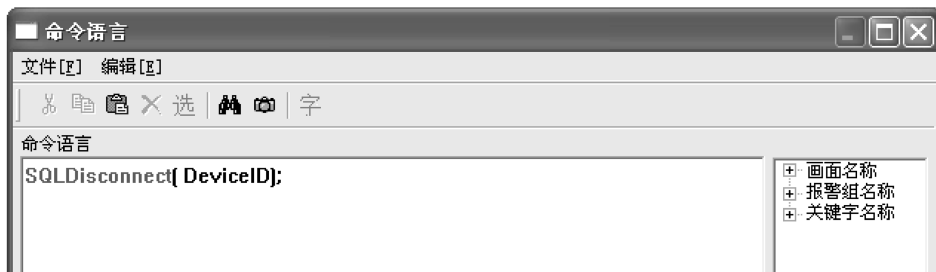

图 8-46 断开数据库连接命令语言
- 2) 在按钮的弹起事件中输入命令语言，如图 8-46 所示。